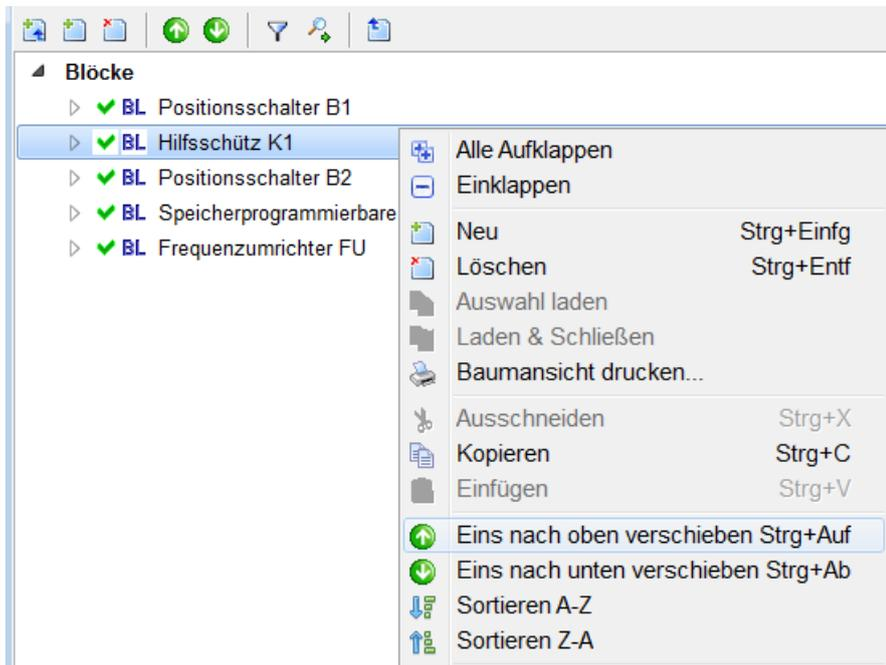

Abbildung 46: Objekt mit Befehlen des Kontextmenüs oder der Schaltflächen umsortieren
- Auswählen eines Objekts und Anwenden der Befehle „Eins nach oben/unten verschieben“ (Kontextmenü, Schaltfläche, Tastenkombination, siehe Abbildung 46).
- Umsortieren der ganzen Liste mit den Kontextmenü-Befehlen „Sortieren A-Z“ bzw. „Sortieren Z-A“ siehe Abbildung 46 unten.